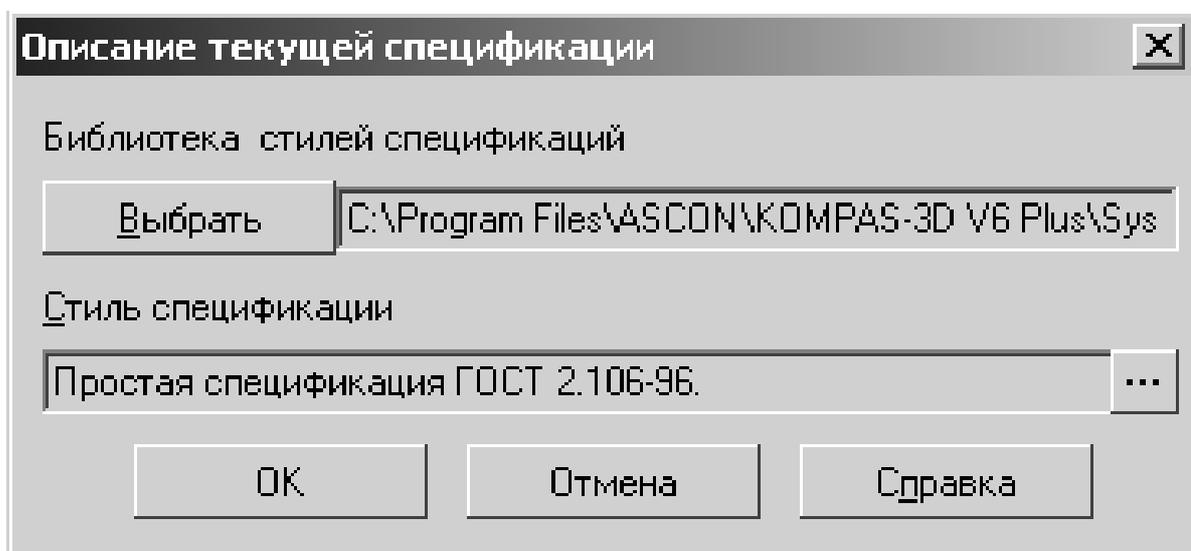

Рис. 49. Описание текущей спецификации
- 3.2 Настройте тип спецификации выбрав пункт меню «Спецификация» à «Управление стилями спецификаций», далее нажмите кнопку **Добавить описание** . Выберете Простая спецификация ГОСТ 2.106-96 и нажмите **ОК**. Закройте окно управления описаниями (рис. 49).